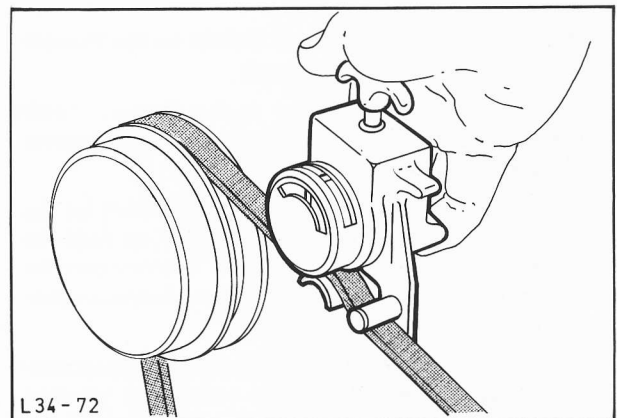

Abb. 52 Keilriemenspannung mit Meßgerät prüfen
**Vor Funktionsprüfung der Lenkhilfe Ölstand, Keilriemenspannung, Abb. 52, Reifendruck und Motor-Leerlaufdrehzahl auf vorgeschriebene Werte bringen.**
Hierzu soll ein Gerät zur Feststellung der Keilriemenspannung, wie in Abb. 52 abgebildet, verwendet werden. Spannwerte den Technischen Daten entnehmen.